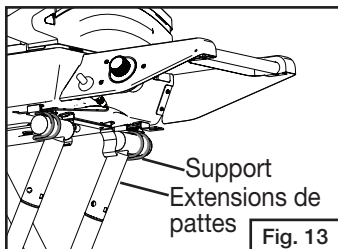

Fig. 13
- Faire glisser les extensions de patte dans les supports verrouillables, comme montré (Fig. 13).